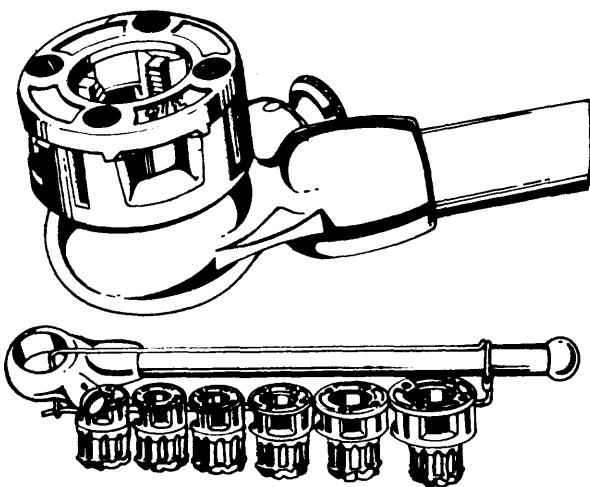

Fig. 6
*TERRAJA DE CUATRO DADOS (figs. 6 y 7).*